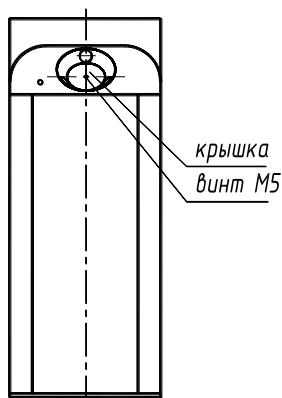

Рис.1
6.4 Установите штанги. Для этого снимите крышку поворотного механизма (кроме турникета Т9М), открутив винт М5 (рис.1). Закрепите штанги болтами М10, входящими в комплект штанг.